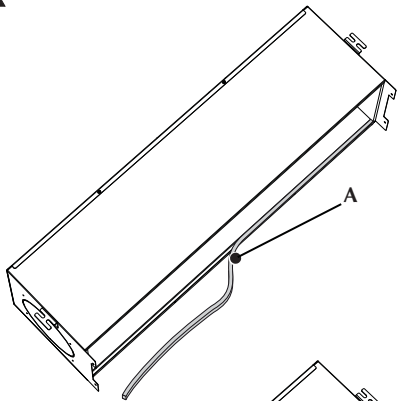

Fig.7
- Coller le côté adhésif des deux joints les plus longs sur le côté externe des plis (B) (fig. 7).